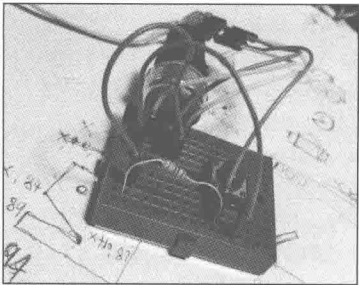

图 9 连接好的游戏手柄
游戏手柄（见图 9）采用标准的可变电阻器和按钮的连接方法制作而成，电位器和开关分别接在 A0 和 D2 上，开关还要加上拉电阻（后来发现可以省略这个电阻，直接使用程序内部上拉电阻）。
■ 图 9 可彩色打印的专业 3D 打印机